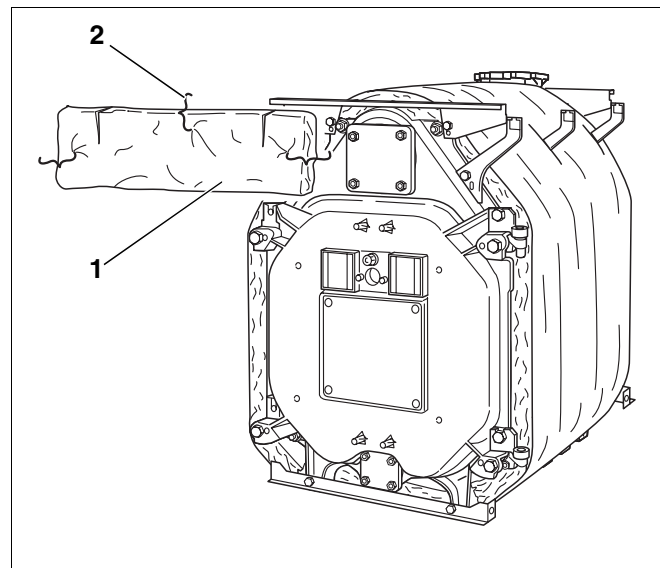

Abb. 44 Vorderen Wärmeschutz montieren
- Rechteckigen Wärmeschutz (Abb. 44, **Pos. 1**) mit den Einschnitten nach oben vorne über der Tür anbringen.
- Wärmeschutz mit 3 Spannfedern (Abb. 44, **Pos. 2**) an dem Blockwärmeschutz befestigen.